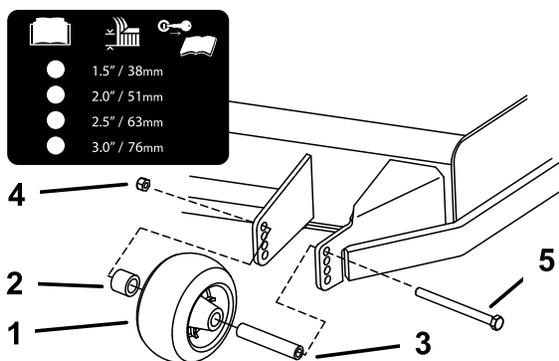

Рисунок 19
4. Убедитесь, что проставки и втулки установлены (Рисунок 19).